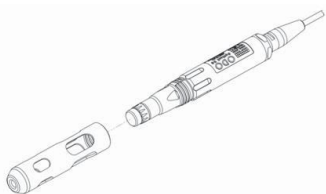

图 4
1. 逆时针方向旋转，去除溶解氧电极的保护套（见图4）。
3. 顺时针旋转，重新套回电极保护套，并拧紧(见图4)。